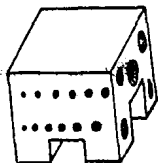

图2—4 砧子
1. 砧子：可选用修理钟表用的方砧子，其外形如图2—4所示。